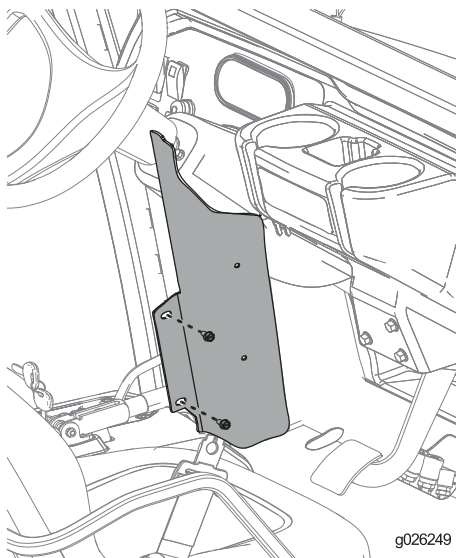

Figure 46
3. Montez les panneaux latéraux de chaque côté de la machine au moyen de 2 boulons (1/4"), comme montré à la Figure 46.